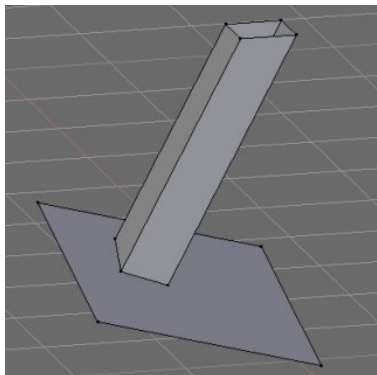
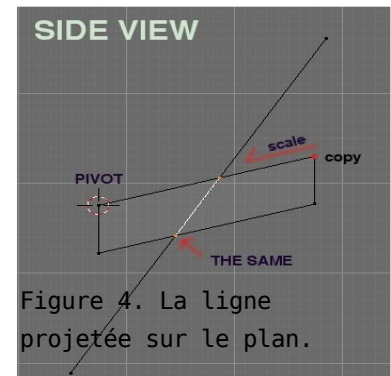

Figure 2. Une application de cette technique.
Figure 4. La ligne projetée sur le plan.
Si vous appuyez maintenant sur le bouton Generate, vous verrez la scène de la Fig. 2
1.2. La principale intention de ce type d'exercice est de se passer de l'outil Booléens de Blender. Une fois que nous serons capable de trouver cette intersection, nous pourrons utiliser cette technique dans un large panel de situations où nous devrons connaître quelle est l'intersection entre deux objets de la scène. Dans le cas suivant (Fig.2) j'ai calculé l'intersection entre le prisme et le plan, en utilisant les principes décrits dans les paragraphes suivants.
1.4. En vue ortho de côté (touche numérique 3), sélectionner un point en haut du plan comme pivot. Ensuite sélectionner le point opposé du même bord, le dupliquer (touche Shift+D) et l'agrandir pour qu'il coïncide avec la ligne. Faire de même avec les points du bas. (Fig.4). Sélectionner les deux points que nous avons créés et les joindre par un bord/edge (touche F).
Maintenant dans le panneau 'Shaders' (ombrage) mettez 'Ref' sur 1.000, 'Spec' sur 0.700 et pour finir 'Hard' sur 130. Le rendu d'ombrage de type 'Lambert' est un rendu de type diffus déterminant la façon dont la lumière est réfléchi par la surface. Le type 'Cook Torr' est un rendu d'ombrage de type spéculaire, il détermine l'intensité de la brillance d'une surface. Vous pouvez voir sur la figure 2 les réglages de cette matière 'Orange'.
Il n'y aura pas de chaîne d'IK ou d'autres choses fantaisistes. Placez votre curseur en dessous du robot, appuyez sur la barre espace |add |Armature. Cela sera l'os principal ['Root bone'] qui sera utilisé pour déplacer le robot en entier. (fig 2) Placez ensuite votre curseur dans le bas du robot. à peu près au niveau des roues. Barre espace |Add |Bone. Cela sera l'os Wheel Base et sera parenté à l'os principal. (fig 3) Maintenant placez vous dans la partie principale du corps du robot. Barre espace |Add |Bone. Voici l'os du corps qui sera parenté à l'os principal.[Tab] pour sortir de l'édit mode et clic droit sur la tête du robot, dans le panneau 'edit' cliquez sur 'Center New'. [Shift + S] |Cursor |Sélection. (fig. 4)